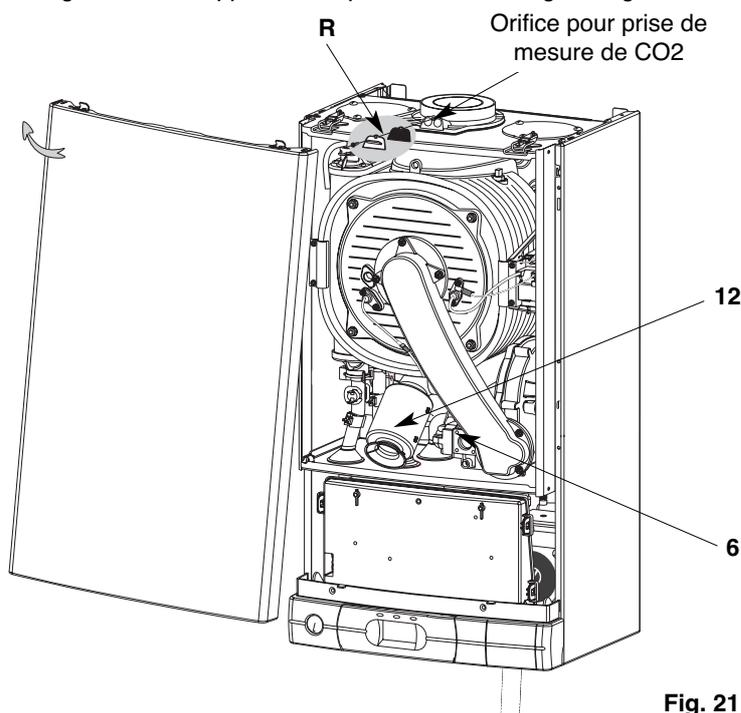

Fig. 21
Pour transformer l'appareil de G20 en G25 il est nécessaire de régler la vanne gaz **6** (fig. 21) à l'aide d'un analyseur CO/CO2.
- déposer le couvercle de caisson étanche (fig. 21)
- attendre que l'appareil soit stabilisé en température. Mesurer la teneur en CO2 sur la prise de combustion (fig.21) accessible après avoir ôté l'ensemble (vis + bouchon + joint) **R** (fig.21). La mesure est à prendre sur l'orifice qui se trouve à gauche.